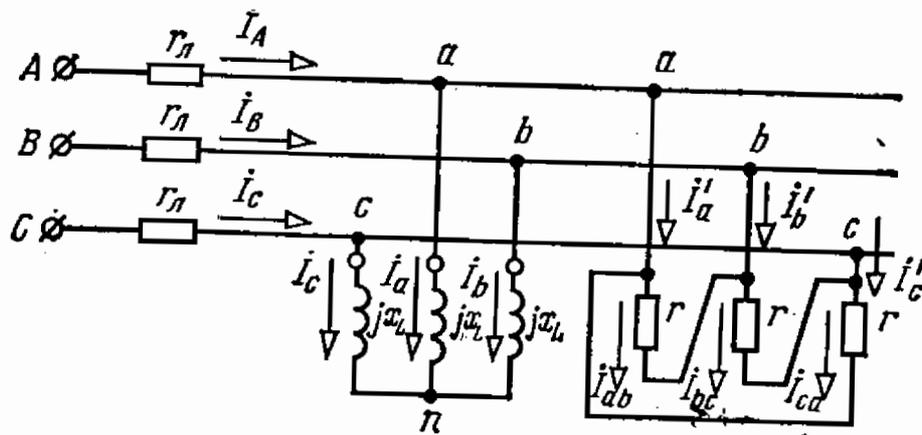

Рис. 6.26
6.26. Найти токи и напряжения схемы рис. 6.26, если сопротивление $r = 15$ Ом, $x_L = 5$ Ом, $r_n = 1$ Ом, а линейное напряжение генератора $U = 220$ В. Построить векторную диаграмму.